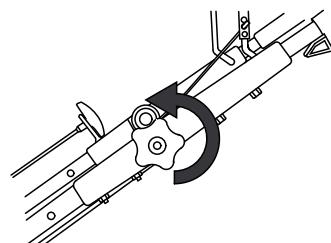

Figura 15
- Afloje el pomo del manillar superior (Figura 15).